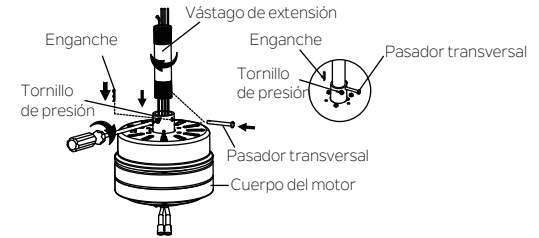

Fig. 7
**Paso 3.** Afloje los dos tornillos de presión y retire el pasador transversal y enganche el acoplamiento superior del cuerpo del motor. Con cuidado, conecte los cables del ventilador y el cable de seguridad a través del vástago de extensión. Enrosque el vástago de extensión en el acoplamiento del motor hasta que los orificios del pasador transversal se encuentren alineados. Luego, reemplace el pasador transversal y enganche, y ajuste ambos tornillos de presión. (Fig. 7)